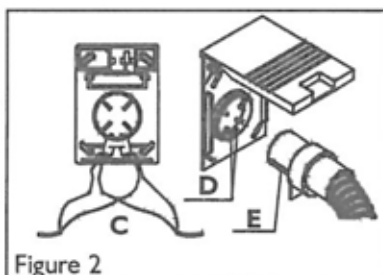

Figure 2
3.2 Démarrage/arrêt MANUEL AU NIVEAU DE LA POIGNÉE [figure 2]
■ Les fils basse tension sont installés comme indiqué à figure 2 (C). Ceci permet de démarrer et d'arrêter la centrale au niveau de figure de la poignée (interrupteur de marche/arrêt).
■ La centrale démarre à partir de l'interrupteur de poignée lorsque les coulisses [figure 2; E] dans la douille de tuyau sont au niveau des chevilles de contact de la caisse aspirante [figure 2; D]
La centrale CX peut également être démarrée au travers d'une boîte d'aspiration si un câblage basse tension a été effectué à partir des boîtes d'aspiration vers le raccord mural. Lorsque le câble basse tension a été relié au raccord mural, il est possible d'utiliser les méthodes de mise en marche représentées aux figures 2 à 5 au lieu de la mise en marche radiocommandée.